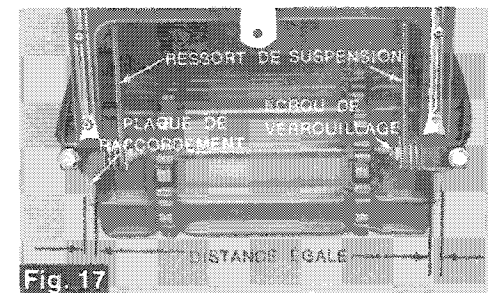

Fig. 17
1. Avec une clé, desserrez les 2 écrous de verrouillage situés sur le côté interne des ressorts de suspension arrière (fig. 17).
1. Avec une clé, desserrez l'écrou de verrouillage du tendeur (face interne du ressort arrière) du côté où la chenille est le plus près de la plaque (fig. 17).